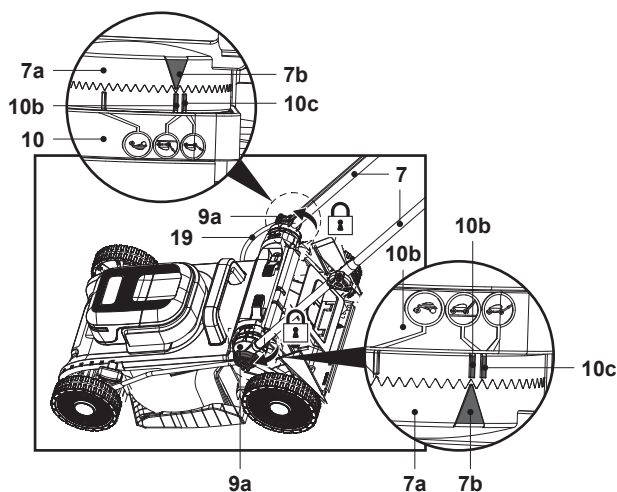

Fig. 2
3. Aliniazi triunghiul indicator (7b) de pe placa selectoare (7a) cu unul dintre indicatoarele de înălțime a mânerului (10b/10c) de pe suportul mânerului (10), apoi fixează bara mânerului inferior (7) strângând butonul de blocare (9a) (fig. 2).
4. Repetă pașii de mai sus pentru cealaltă bară a mânerului inferior (7).
5. Ai grijă să montezi barele mânerului inferior (7) la aceeași înălțime în ambele părți.
6. Ai grijă să treci cablul de control (19) pe deasupra barei mânerului inferior (7).